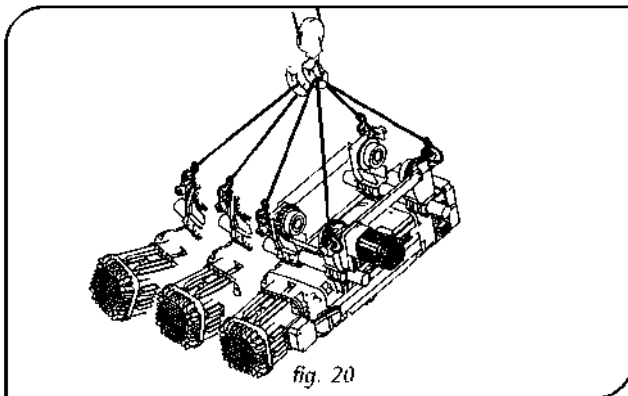

fig. 20
- Przeładunek i przenoszenie wciągarki lub zestawu wózka transportowego/wciągarki do wyznaczonej strefy rozładunku powinno być przeprowadzane bardzo ostrożnie, unikając drgań, kołysania i niebezpiecznych wytrąceń z równowagi (rys. 20)